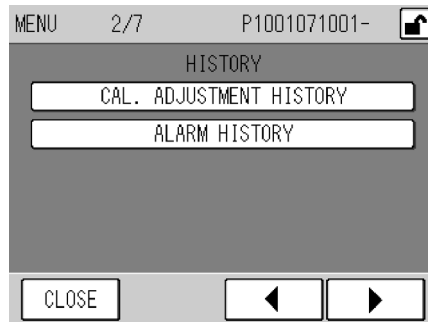

Fig. 53 MENU/HISTORY screen
- HISTORY (Fig. 53 on page 42)